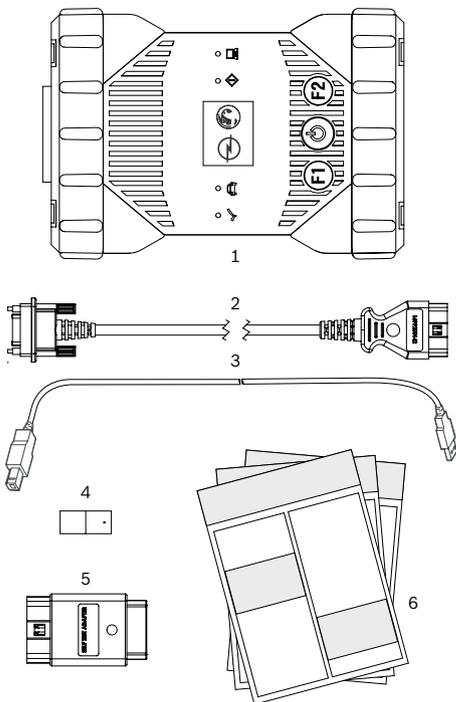

Fig. 1: Leveringsomfang (1a eller 1b)
1. Opel-Vauxhall-VCI (afb. 1, pos. 1) met de OBD-aansluitkabel op de OBD-interface van het voertuig aansluiten (afb. 1, pos. 2).